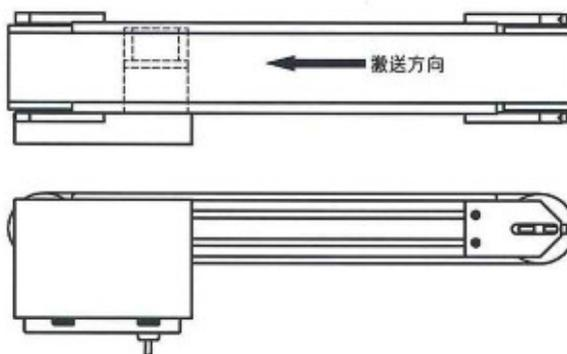

図 1
- 2 4個の六角穴付止ネジを緩んでいることを確認して下さい。(図1)
(図1)